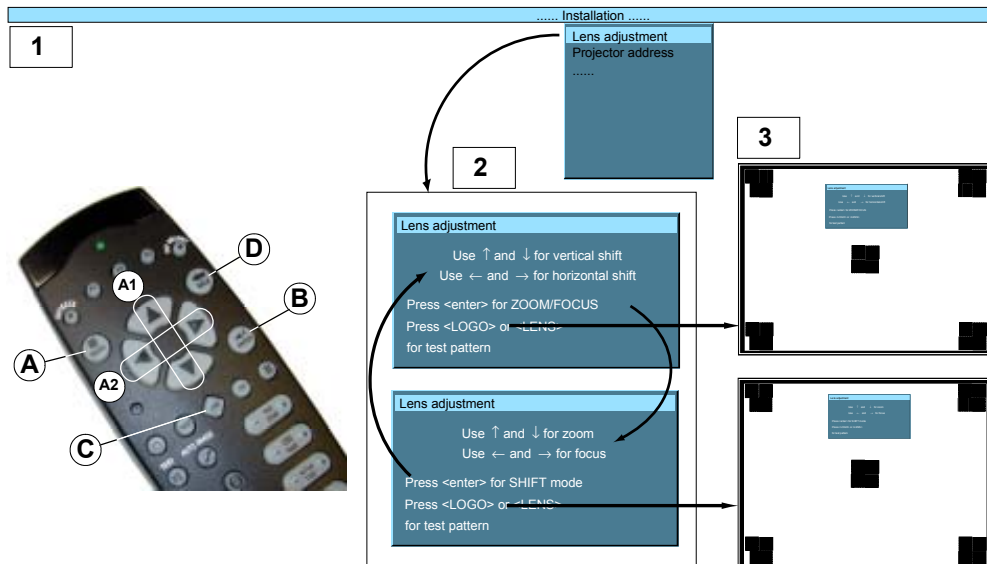

Abbildung 4-13
1. Drücken Sie die Taste **MENU** (A) auf der Fernbedienung.
Die Menüleiste (1) wird am oberen Bildrand angezeigt. (Abbildung 4-13)